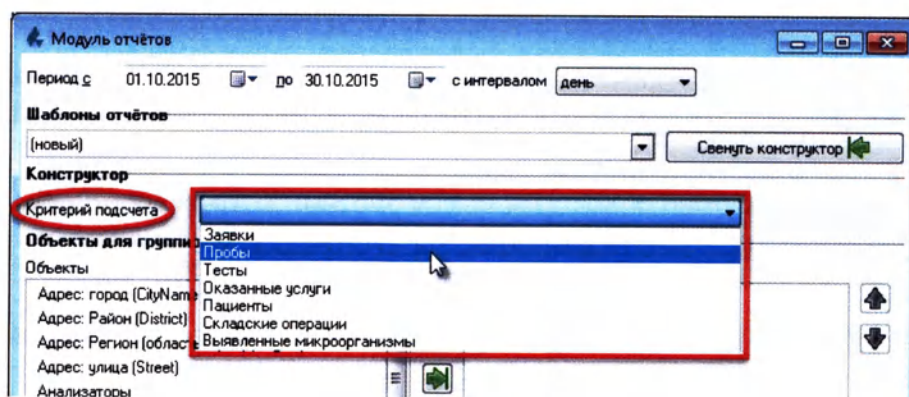

Рисунок 15.17
5. Выберите критерий подсчета (Рисунок 15.17):